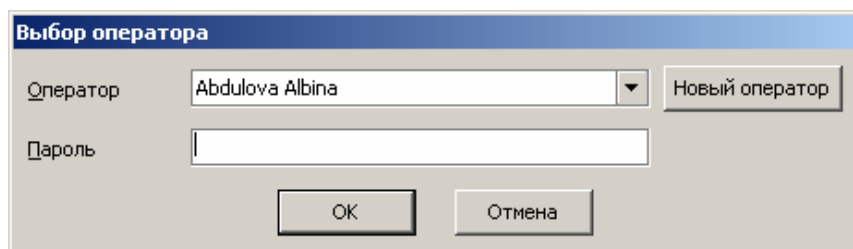
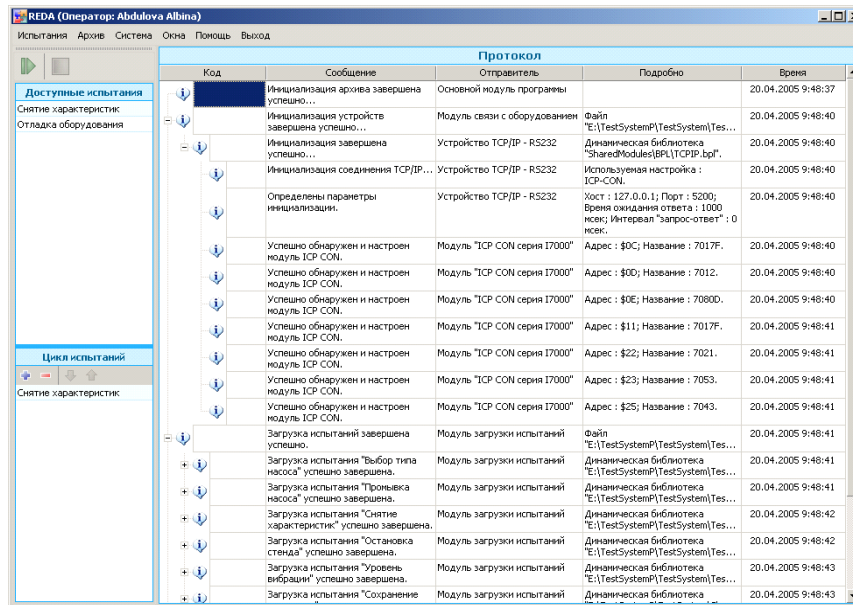
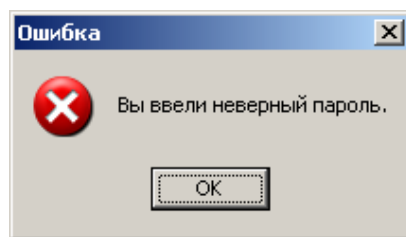
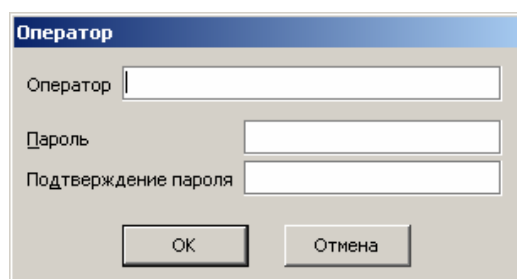

Рисунок 1.1
Рисунок 1.2
Рисунок 1.3
Рисунок 1.4
3. Откроется окно **«Выбор оператора»**, где предлагается ввести Ф.И.О. оператора и пароль, либо завести нового оператора системы (рис.1.1):
5. Если Вы правильно указали пароль для выбранного оператора, то откроется основное окно программы (рис.1.2).
6. Если после того, как Вы нажали на кнопку **<ОК>**, на экране появилось диалоговое окно (рис.1.3), это означает, что Вы неправильно ввели пароль для выбранного оператора. Нажмите на кнопку **<ОК>**. Вновь откроется окно для ввода оператора (рис.1.1). Повторите все действия, начиная с п.3.
**Примечание.** В случае если при запуске программы появляются ошибки, кроме той, что представлена на рис.1.3, рекомендуем Вам обратиться к администратору системы.
7. Если Вы ранее не работали с системой, и в списке операторов нет Вашего Ф.И.О., Вы должны создать нового оператора системы. Для этого нажмите кнопку **<Новый оператор>** (рис.1.1). Откроется окно «Оператор» (рис.1.4), где предлагается ввести Ф.И.О. нового оператора и пароль для нового оператора.
Если Вы ввели одинаковый пароль в полях «**Пароль**» и «**Подтверждение пароля**», то при нажатии кнопки <ОК> активируется окно «**Выбор оператора**» (рис.1.1). Нажмите кнопку <ОК> для открытия основного окна программы (рис.1.2).
Вновь активируется окно «**Оператор**» (рис.1.4). Введите одинаковые значения в поля «**Пароль**» и «**Подтверждение пароля**» и нажмите кнопку <ОК>.
Если в результате выполненных действий с п.1 по п.3 открылось основное окно системы (рис.1.2), то запуск системы осуществлен успешно.